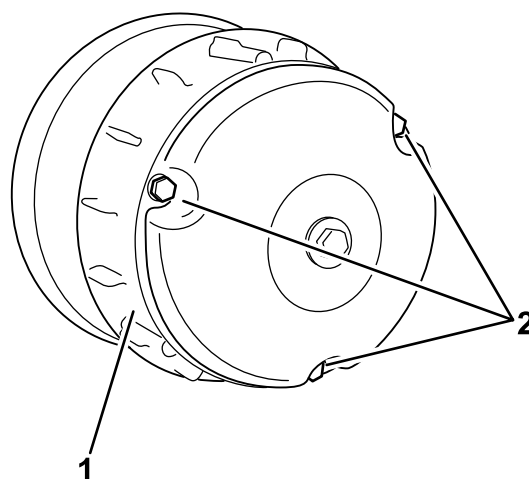

Figura 60
2. Retire os 3 parafusos que fixam a tampa à embraiagem e retire a tampa (Figura 60).
4. Coloque a tampa da embraiagem e fixe-a com os três parafusos (Figura 60) que retirou em 2.